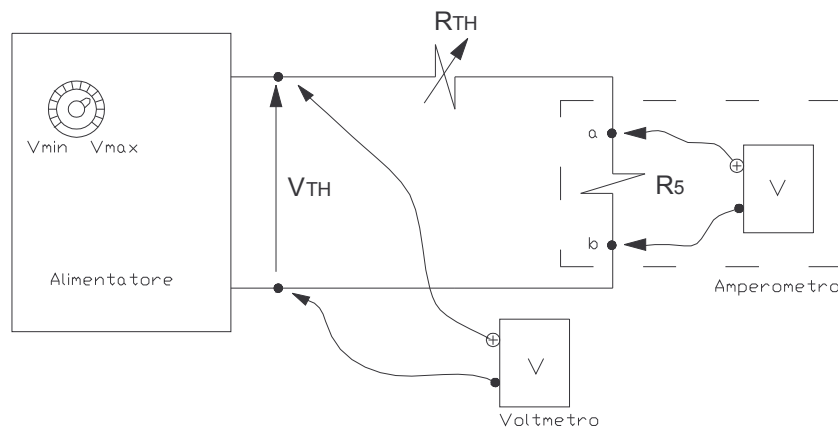

Figura 8: schema elettrico per la verifica del teorema di Thvenin
- 5) si ripete la misura, secondo lo schema in figura 8 e si confrontano i risultati con quelli ottenuti precedentemente: